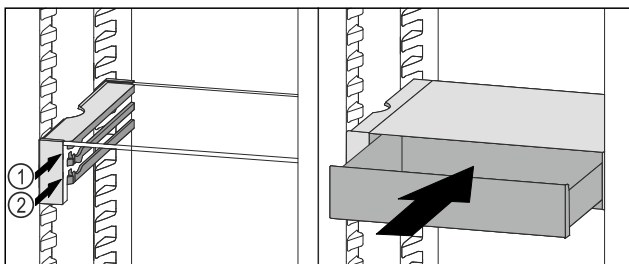

Fig. 80
- ▶ Установите выдвижной ящик VarioSafe за стопоры на требуемый выступ Fig. 80 (1) или Fig. 80 (2).